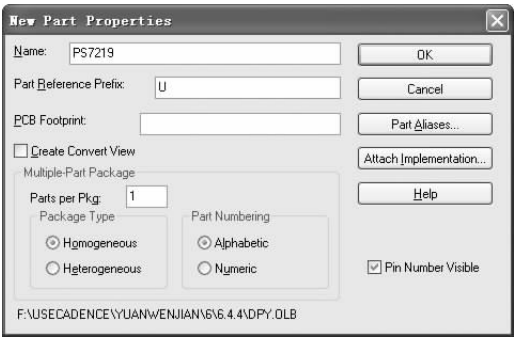

图 6-226 “New Part Properties（新建元件属性）”对话框
11) 绘制元件 PS7219。①选择菜单栏中的“Design（设计）”→“New Part（新建元
件)”命令，或单击右键在弹出的快捷菜单中选择“New Part（新建元件）”命令，弹出如图6-226所示的“New Part Properties（新建元件属性）”对话框，输入元件名为PS7219，在该对话框中可以添加元件名称，索引标示。②单击  按钮，关闭对话框，进入元件编辑环境。